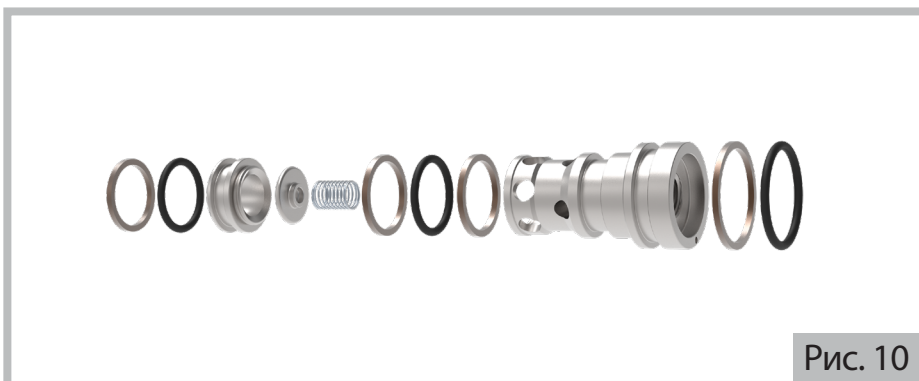

Рис. 10
- a) Вставка всасывающих клапанов (операция А, рис. 10)
- b) Вставка гнезда клапана и соответствующих уплотнительных колец (операция В, рис. 10)